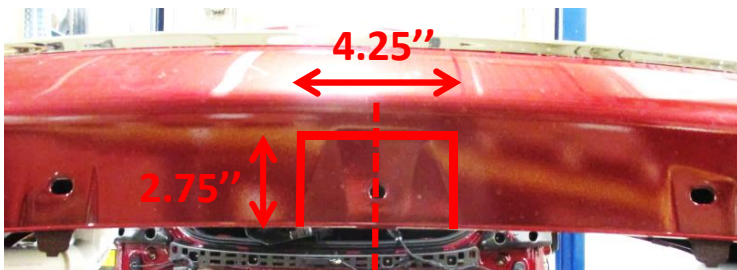

Figure 4
- Découpage du carénage inférieur** – Repérer le centre du carénage inférieur et découper une zone de 2,75 po de profond par 4,25 po de large, voir **Figure 4**. Découper davantage si nécessaire. **NOTA** : Le rivet du carénage central inférieur ne pourra se rattacher après le découpage du carénage.
5. Découpage du carénage inférieur – Repérer le centre du carénage inférieur et découper une zone de 2,75 po de profond par 4,25 po de large, voir **Figure 4**. Découper davantage si nécessaire. **NOTA** : Le rivet du carénage central inférieur ne pourra se rattacher après le découpage du carénage.